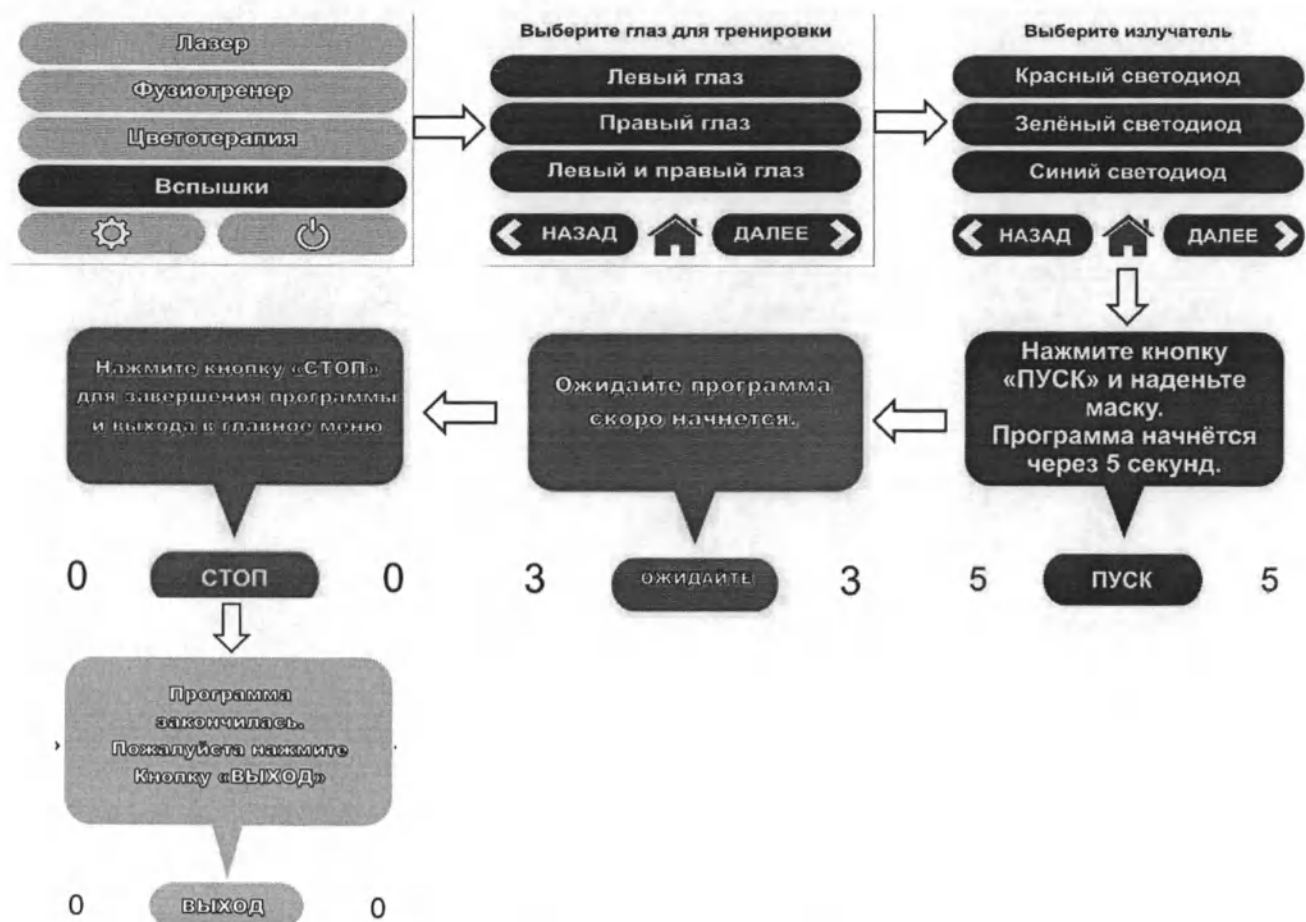

Рисунок 13 – Схема настройки параметров работы аппарата в режиме «Вспышки»
4.2.2.4 Режим работы «Вспышки» (рисунок 13)